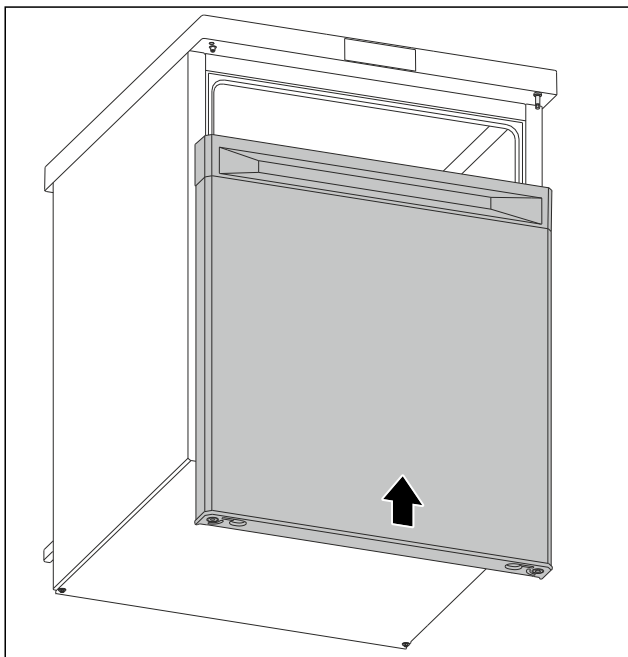

Fig. 13
- ▶ Tolja rá az ajtót zárt állapotban a felső csapra. (lásd Fig. 13)